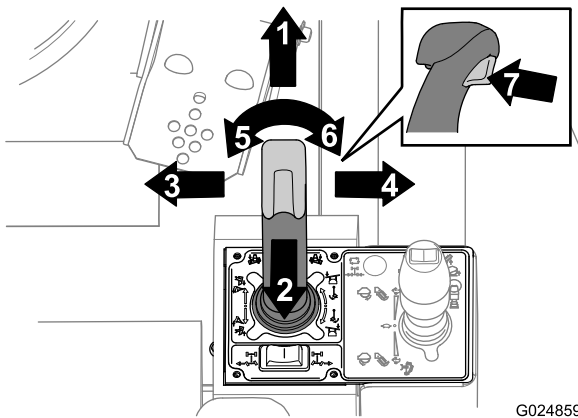
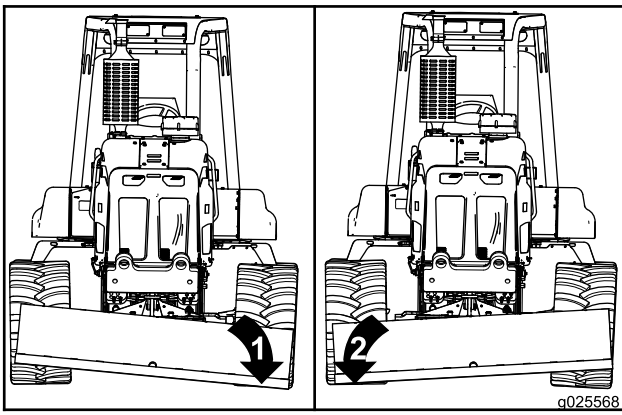
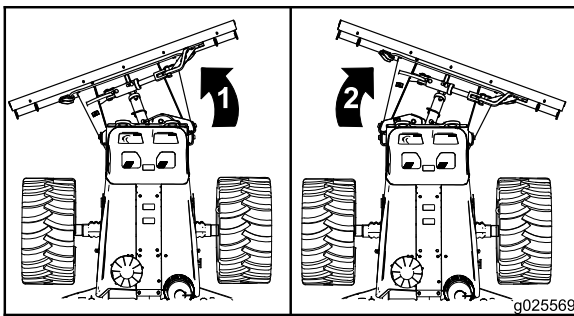

Figure 48
Figure 51
Figure 52
Utilisez la lame de remblayage pour ramener les déblais dans la tranchée. Le levier multifonction de commande de la lame de remblayage/enfouisseuse vibrante commande la lame de remblayage. Utilisez le levier, la gâchette et la commande au pouce, comme montré à la Figure 48.
- Pour incliner la lame de remblayage vers le bas et la gauche : déplacez le levier multifonction à gauche, vers vous (Figure 48 et Figure 51).
- Pour incliner la lame de remblayage vers le bas et la droite : déplacez le levier multifonction à droite, et à l'opposé de vous (Figure 48 et Figure 52).
- Pour pivoter la lame de remblayage vers la gauche : appuyez sur la moitié gauche de la commande au pouce (Figure 52).
- Pour pivoter la lame de remblayage vers la droite : appuyez sur la moitié droite de la commande au pouce (Figure 52).
- Pour bloquer la lame de remblayage en position : maintenez le levier multifonction en position de maintien (point mort) (Figure 48).
- Pour faire flotter la lame de remblayage : appuyez sur la gâchette (Figure 48).